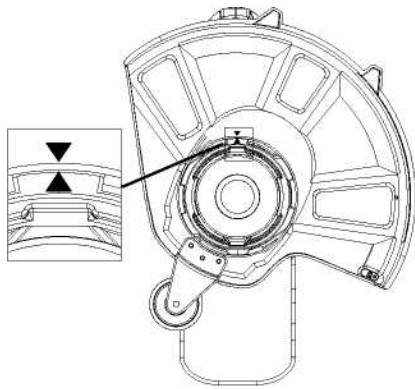

Fig. 5
1. Alignez la flèche du bouclier avec la flèche de la machine, comme sur la figure 5.